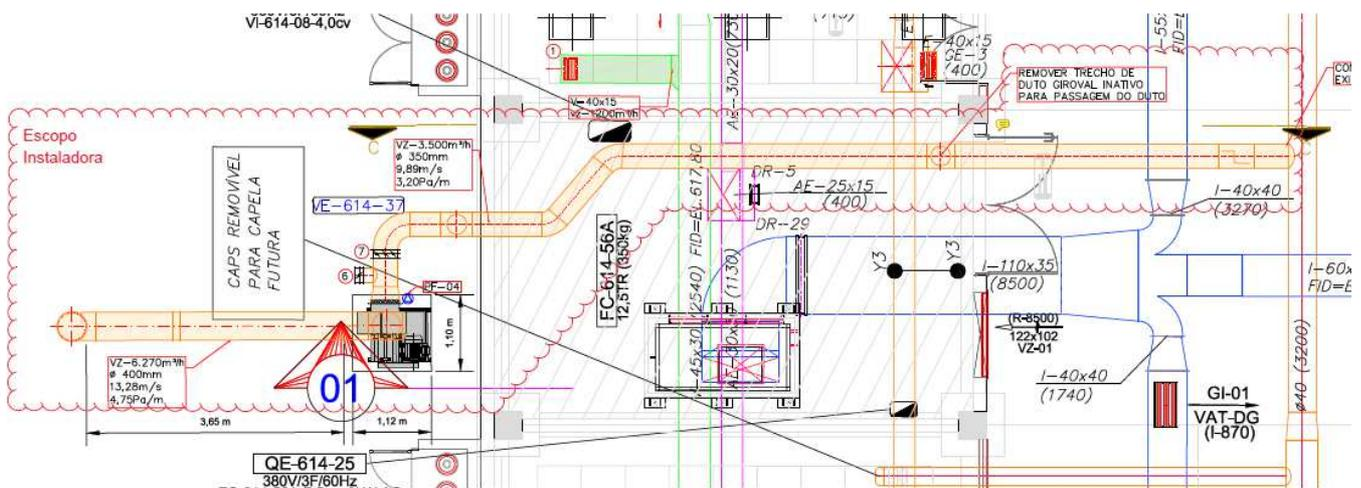

Figura 11 – Duto de exaust o S10
- Duto em PP na entrada do ventilador de exaust o, conforme sinalizado na figura 11 como escopo de instaladora.